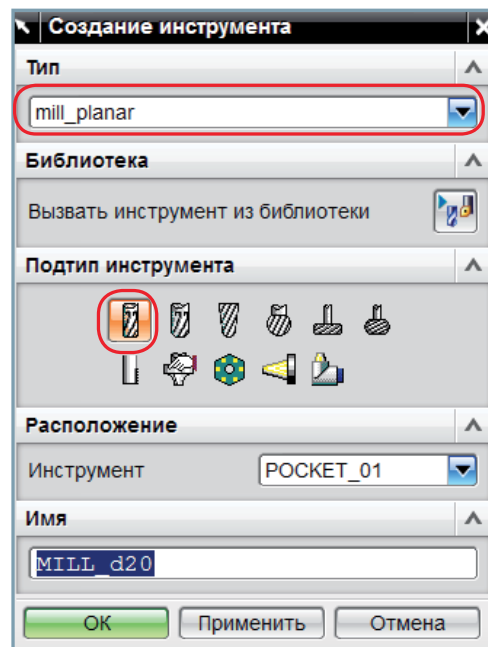

Рис. 1.28. Диалоговое окно создания инструмента
- Задайте режущий инструмент, используя команду **Создать инструмент**. Появится диалоговое окно (рис. 1.28).